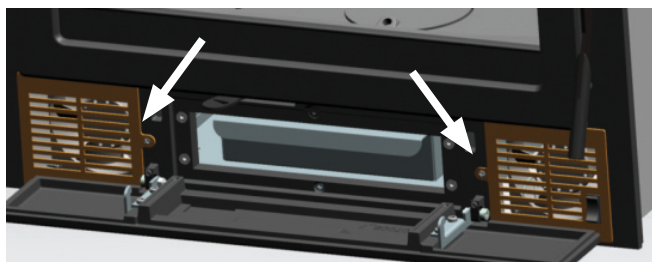

FIG. 1
1. Ouvrez la porte du cendrier et enlever les grilles de ventilation, qui sont fixés avec deux vis. (Fig. 1)